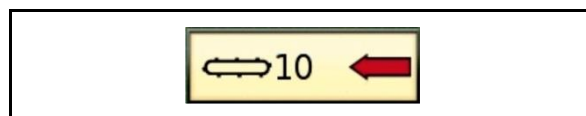

Fig. 144
1. Schalten Sie das Quer-Förderband ein (2).
2. Halten Sie den rechten Kreuztaster so lange in Position (10) bzw. (11) gedrückt, bis im Terminal neben dem Symbol „Quer-Förderband“ die gewünschte Geschwindigkeitsstufe erscheint (Fig. 144).
3. Schalten Sie das Quer-Förderband aus (2).